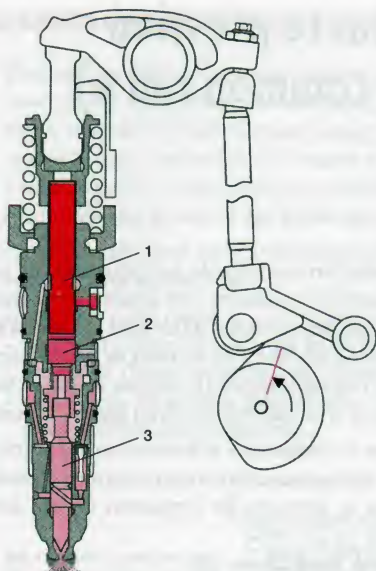

Figure 81.4. La came est en position de commande de l'injection, les pistons (1) et (2), appuient sur le piston (3) qui injecte le carburant dans le cylindre
- Le *culbuteur* comprime le piston supérieur (1) qui, à son tour, comprime le carburant de calage calculé et admis précédemment (butée liquide incompressible), et le piston inférieur (fig. 81.4).
- La hauteur de cet ensemble (1) + (2) détermine le point de contact avec le piston inférieur, et donc le point d'injection.